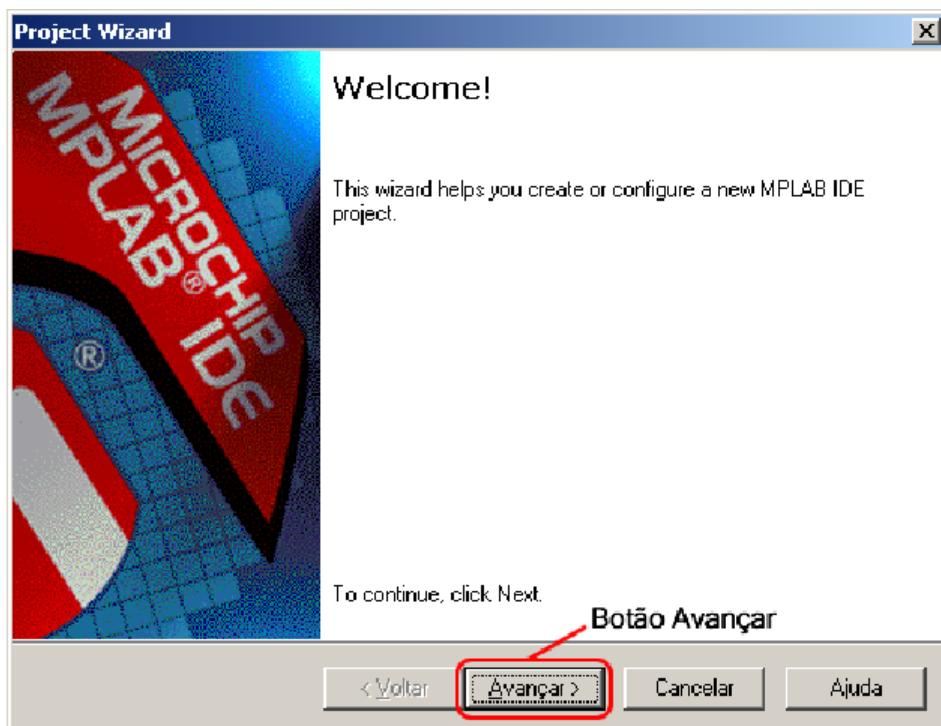

Figura 3.27 - Janela de Boas Vindas.
- 3) Abrirá uma janela de boas vindas ao assistente de criação de projetos. Clique em avançar (ver Figura 3.27)